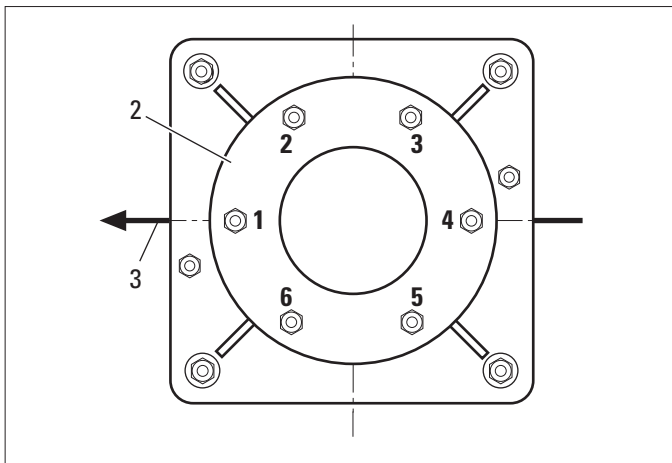

Bild 2 (Ansicht zur Decke)
Um die Montage des Telescope Mounts zu erleichtern, sollten die Befestigungsschrauben auf der Unterseite des unteren Konsolenflanschs (2) nummeriert werden. Die Zahl 1 muss in Richtung der Hauptachse (3) zeigen, die Zahl 4 ist gegenüber (Bild 2).